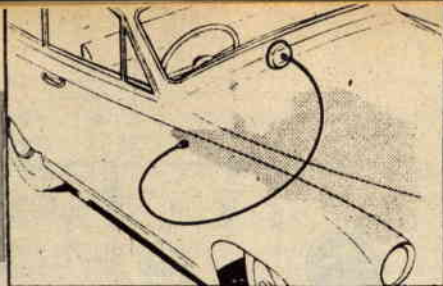

Fig. 1
**Fig. 1 - COLLEGAMENTI CON POCHE CURVE.** Il cavetto flessibile dovrà venire installato in maniera da raggiungere un collegamento che presenti un minimo di curve. E' consentita, al massimo, una curvatura di raggio minimo pari a mm. 150.